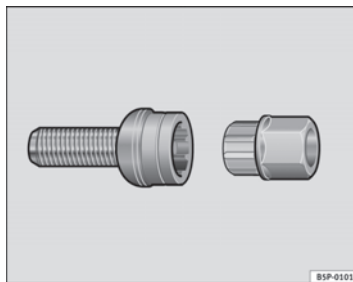

Abb. 186 Diebstahlhemmende Radschraube
- Setzen Sie den Adapter bis zum Anschlag in die diebstahlhemmende Radschraube ein ⇒ Abb. 186.